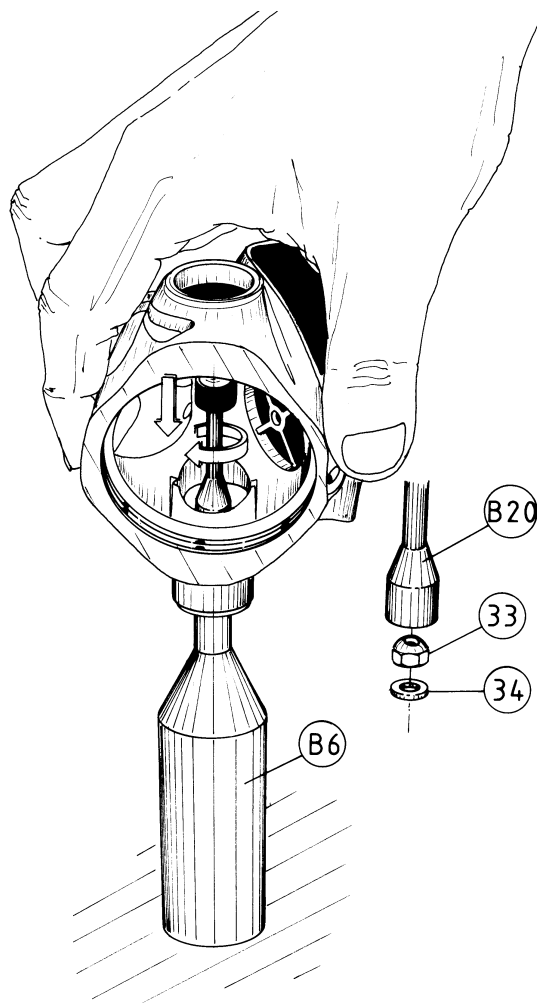

FIG. 4
A.3 Instale en la varilla de la válvula que sale del interior de la caja de la 2° Etapa la arandela (34) y atornille algunas vueltas la tuerca de regulación (33), con la llave especial (B-20) (Fig. 4).